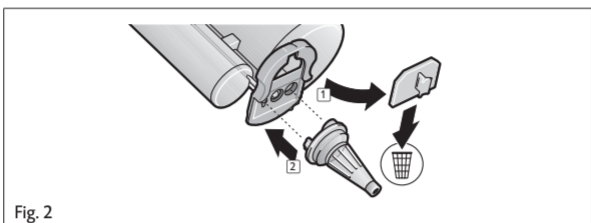

Fig. 2
2. Den Verschluss von der Kartusche abziehen und verwerfen. Neue Mischkanüle aufsetzen (Fig. 2).